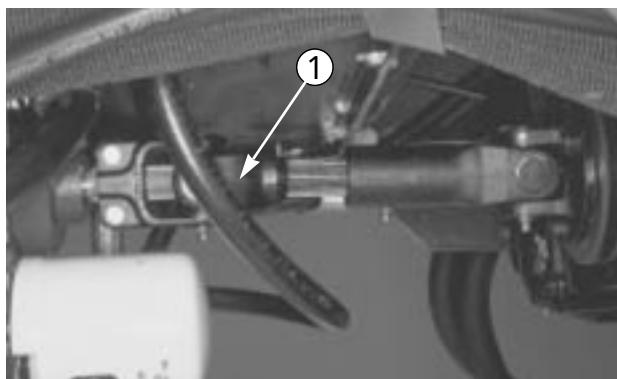

図 30
- 図30の表から、上の条件に最も合ったリール速度番号を探す。5枚刃用と8枚刃用のグラフを間違えないように注意する。